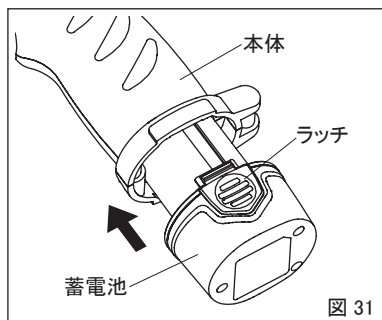

図 31
④蓄電池を充電器から取外し、本体に取付けてください(図31)。